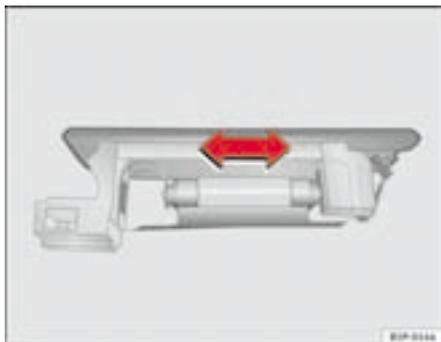

Fig. 164 Luz maletero
- Presione la lámpara lateralmente y extráigala del alojamiento ⇒ fig. 164. ■